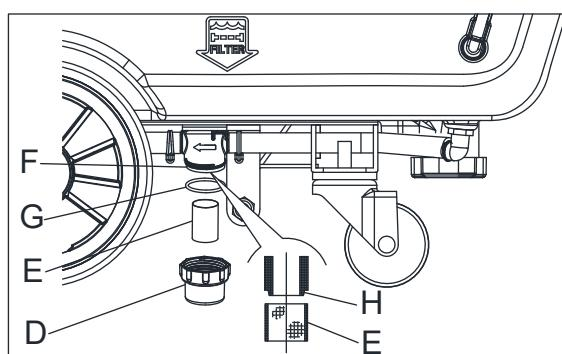

Рисунок 16
2. Убедитесь, что машина выключена и ключ зажигания (35) был извлечен.
4. Удалите прозрачную крышку (D Рисунок 16), затем удалите сетчатый фильтр (E). Очистите и установите их на опоры (F).